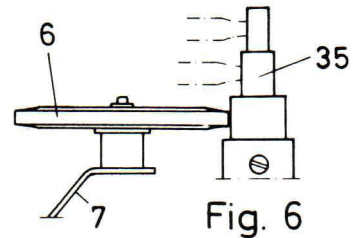

Fig. 6
### JUSTERING AV MELLANHJULETS (6) HORIZONTALÄGE. FIG 6.